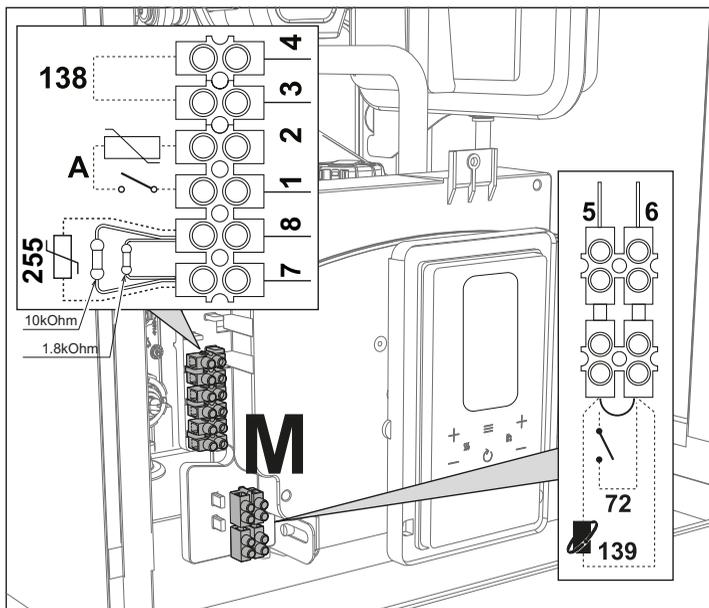

fig. 28
Dopo aver tolto il pannello frontale (sez. "Apertura del pannello frontale" a pag. 40) è possibile accedere alle morsettiere (M) e al fusibile (F) seguendo le indicazioni descritte di seguito (e fig. 28). I morsetti indicati nella devono essere a contatti puliti (non 230V). La disposizione dei morsetti per i diversi allacciamenti è riportata anche nello schema elettrico alla fig. 64.
Configurazione Interruttore ON/OFF (A fig. 28)